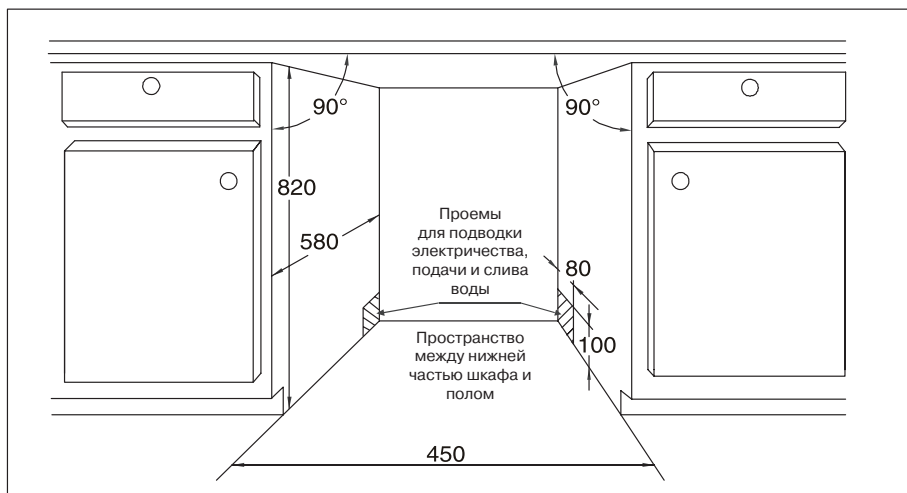

Рис. 1. Размеры шкафа для встраивания посудомоечной машины. От верхней панели машины до крышки шкафа меньше 5 мм, дверца машины за-подлицо со шкафом.
1. Выберите место рядом с кухонной раковиной, где несложно подключить машину к воде и сливу (см. рис. 1).